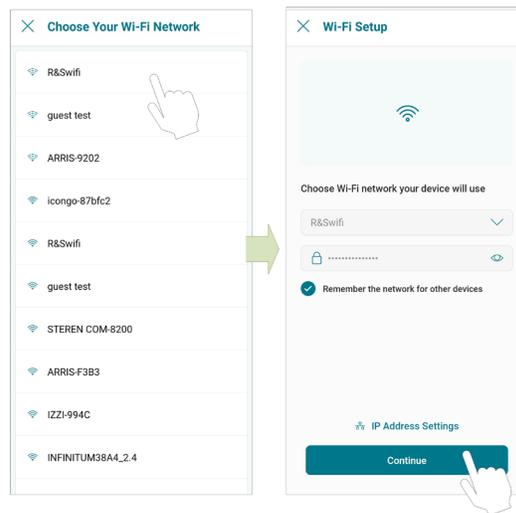

Figure 17. Configuration Wi-Fi
4. L'écran Configuration Wi-Fi (Wi-Fi Setup) s'affiche. Sélectionnez ou entrez le réseau Wi-Fi auquel vous souhaitez connecter votre appareil et saisissez le mot de passe réseau, voir **Figure 17**.
- L'appli Raymote transmet les identifiants réseau Wi-Fi à votre appareil. Cela pourrait nécessiter quelques secondes, voir **Figure 17**.